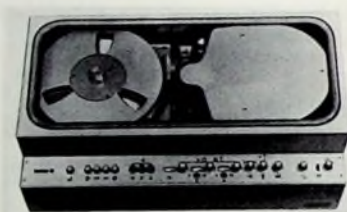

Bild 4 Video Recorder „BK 200“ (Grundig)
Das Modell „BK 200“ von Grundig (Bild 4) arbeitet ebenso wie die bisher beschriebenen Video-Recorder in Schrägspur-Technik mit zwei Videoköpfen, wobei die Kopscheibe mit 1500 U/min rotiert. Wegen des großen Trommeldurchmessers ergibt sich jedoch eine wesentlich höhere Relativgeschwindigkeit zwischen Band und Kopf. Sie beträgt 14,7 m/s und ist damit fast doppelt so groß wie bei den bisher genannten Modellen. Auch die Spurlänge für ein Halbbild ist mit 374 mm erheblich größer. Sie ist aber teilweise auch durch das verwendete breitere Magnetband (1) bedingt. Daraus ergibt sich ein Frequenzgang bis 4 MHz \pm 3 dB bei einer Auflösungs-grenze von 5 MHz. Der Frequenzgang der beiden Tonkanäle ist 60 ... 12.500 Hz \pm 4 dB. Der Klirrrgrad bei 1 kHz ist 5%. Auch bei diesem Modell wird (wie bei den VCR-Geräten) ein mit den Videosignalen frequenzmodulierter Träger aufgezeichnet. Wie Bild 4 zeigt, sind die beiden Spulen übereinander angeordnet.